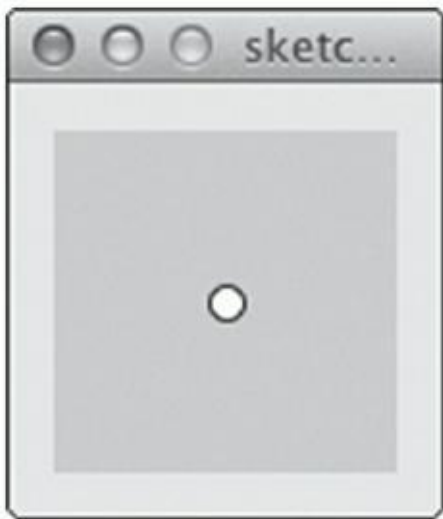

FIGURE 16-3 Un croquis Processing qui dessine une ellipse remarquable.
3. **Cliquez sur le bouton Run.** La fenêtre de la nouvelle applette s'ouvre, affichant un cercle blanc au milieu de la zone grise, comme l'illustre la Figure 16-3.